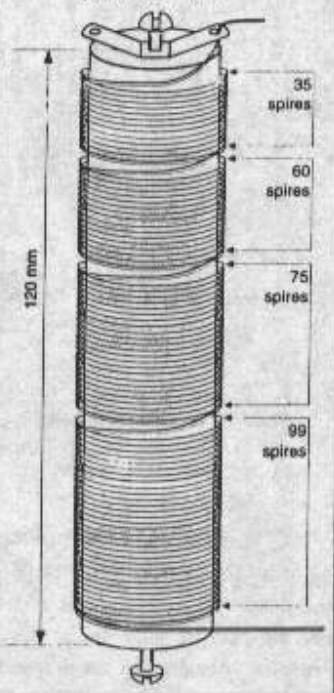

Figure 6.
- RFC2 169 μ H (voir figure 6)